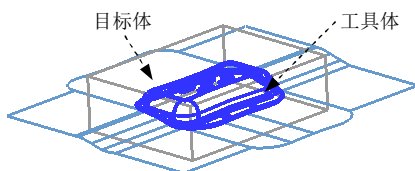

图 1.41 定义目标体和工具体
Step2. 创建求差特征。选择下拉菜单 **插入(I)** → **组合(B)** → **求差(S)...** 命令，系统弹出“求差”对话框；选取如图 1.41 所示的工件为目标体，选取产品模型为工具体；在 **设置** 区域中选中 ☒ **保存工具** 复选框，其他参数采用系统默认设置值；单击 **< 确定 >** 按钮，完成求差特征的创建。